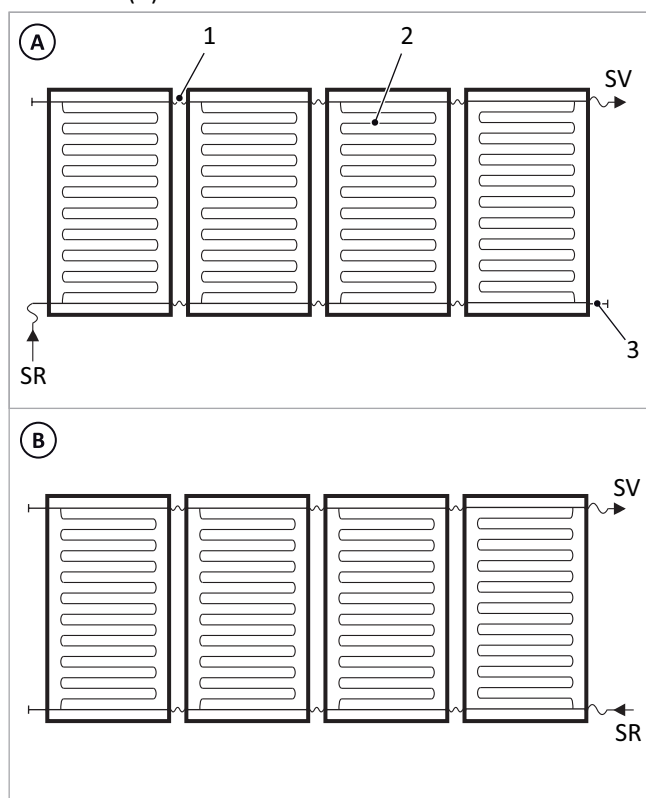

Abb. 9: wechelseitiger Anschluss bei 1-9 Kollektoren (A), einseitiger Anschluss bei Kollektorfeldern aus bis zu 6 Kollektoren (B)
In einer Reihe installierte Kollektoren sind beim Verteilmäander automatisch parallel geschaltet, wobei Reihen von bis zu 9 Kollektoren möglich sind. Der Anschluss erfolgt vorzugsweise diagonal: rechts unten - links oben oder links unten - rechts oben → Abb. 9 (A). Die nicht verwendeten Anschlüsse werden mit Blindstopfen verschlossen.
Bei max. 6 Kollektoren ist ein einseitiger Anschluss möglich → Abb. 9 (B).
- Beim ersten und letzten Kollektor einer Reihe die Ausrichtung beachten! Die mit einem Hinweis gekennzeichnete Längsseite muss jeweils nach außen zeigen (vgl. → Abb. 9 (A) und Abb. 10). Dafür den Kollektor ggf. um 180° drehen. Bei innerhalb einer Reihe montierten Kollektoren ist die Ausrichtung beliebig.